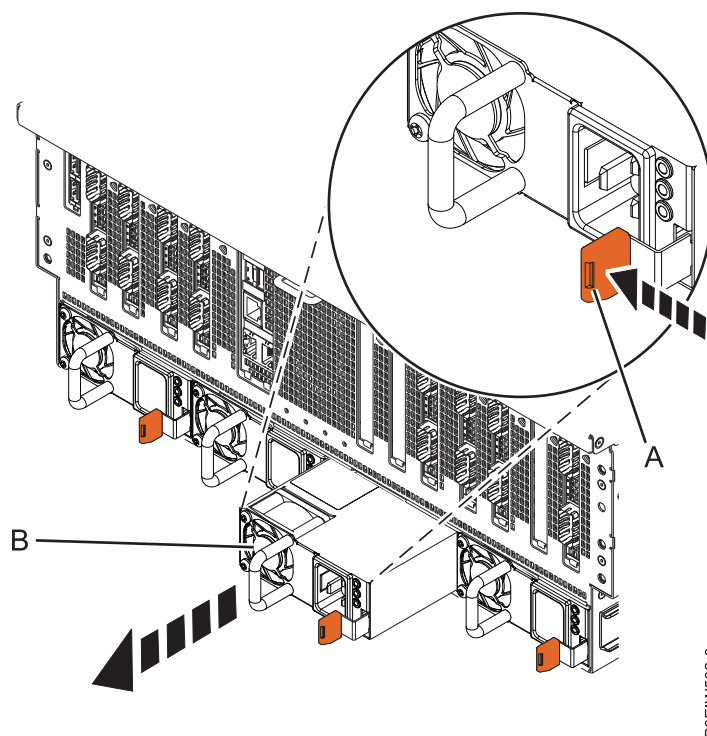

Figura 5. Extracción de una fuente de alimentación de la parte posterior del chasis del sistema
2. Push the terracotta locking-tab (A) in the direction as shown in Figura 5.
3. Tire de la fuente de alimentación (B) extrayéndola del sistema, tal como se muestra en la Figura 5.